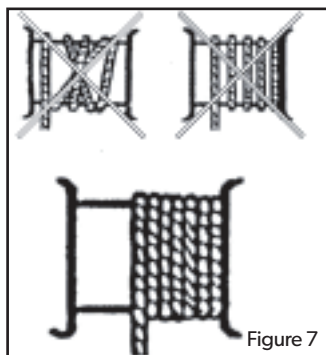

Figure 7
7. Il motore (14) del paranco a cavo è dotato di un interruttore termostatico. Mentre il paranco è in funzione, il motore (14) può quindi arrestarsi. Si riavvierà automaticamente quando si sarà raffreddato.
12. Prima di iniziare, assicurarsi che il cavo d'acciaio (6) sia correttamente avvolto intorno al tamburo (3) e che la distanza tra le spire sia minore del cavo d'acciaio (Fig. 7)
13. Assicurarsi che il carico sia correttamente fissato al gancio (8) o, se si utilizza bozzello e paranco, al gancio aggiuntivo (16) e mantenere sempre una distanza di sicurezza dal carico e dal cavo d'acciaio (6).